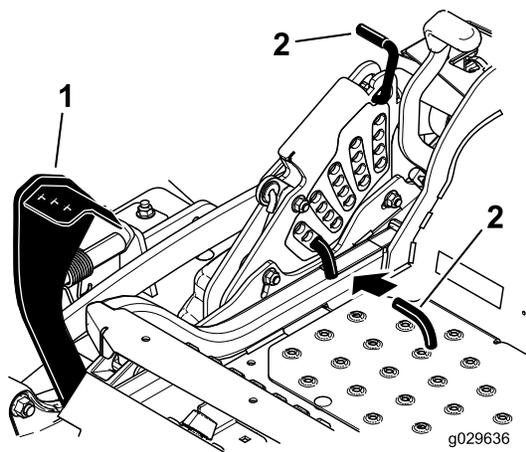

Figure 91
5. Enfoncez la pédale de relevage du tablier de coupe au maximum pour verrouiller le tablier à la position **TRANSPORT** de 14 cm (5½ po) (Figure 91).